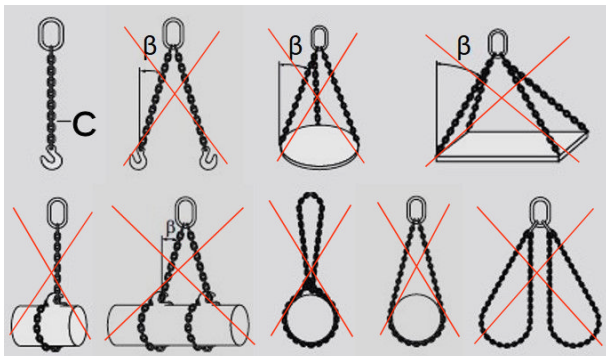

Figura 2: Métodos de elevación para dos eslingas de cadena
Ajustar las eslingas de cadena para levantar cargas como se muestra en Figura 2.
- ▶ Utilizar únicamente el método de elevación (C) para eslingas de cadena como se muestra en Figura 2. No exceder el ángulo de inclinación máximo de 30°.